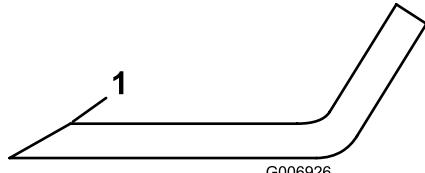

Figure 30
- Au moyen d'une lime, aiguissez les tranchants aux deux extrémités de chaque lame (Figure 30). Veillez à conserver l'angle de coupe d'origine. Limez la même quantité de métal sur les deux tranchants pour ne pas déséquilibrer la lame.